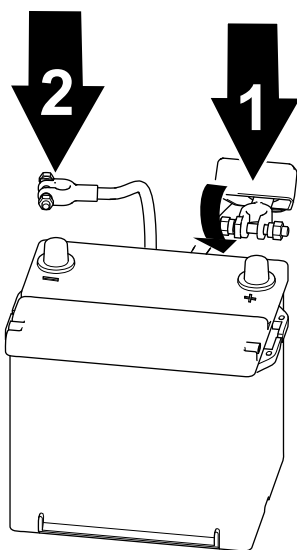

図 60
1. プラス+ケーブルをバッテリーに接続し、クランプナットで接続する 図 60。
2. マイナス-ケーブルをバッテリーに接続し、クランプナットで接続する 図 60。